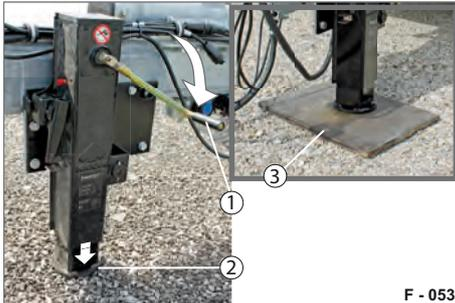

Abb. 55 Schwenkstütze / Stützposition
- ▶ Mit der Handkurbel (Abb. 55/1) den Stützfuß (Abb. 55/2) komplett bis zum Untergrund herunterkurbeln.
Ggf. eine feste Unterlage (Abb. 55/3) benutzen.